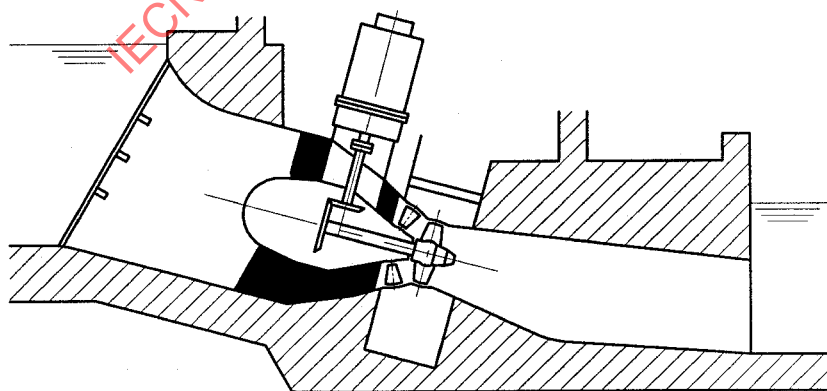

**Figure 3a – Turbine bulbe à engrenage conique**
**NOTE-** Le terme "Groupe bulbe" inclut les turbines bulbes à engrenage conique et arbre secondaire entraînant le générateur placé hors du canal hydraulique, voir figure 3a.